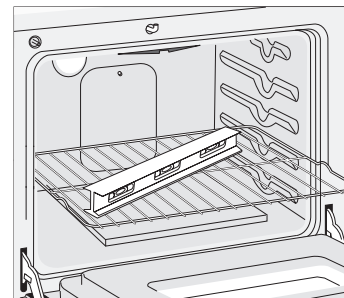

Figura 7
2. Ponga un nivel sobre la parrilla (Figura 7). Tome dos lecturas con el nivel puesto diagonalmente en una dirección y después en la otra. Nivele la estufa, si es necesario, ajustando las 4 patas niveladoras con una llave de tuercas.